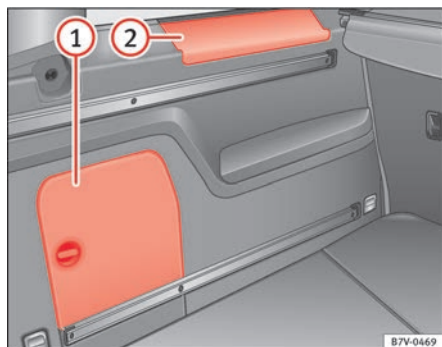

Fig. 113 En el maletero: compartimento portaobjetos lateral.
En el lateral del maletero se encuentran otros compartimentos ⇒ fig. 113 ① y ②. Para abrir el compartimento ①, gire el cierre en el sentido de las agujas del reloj. Para abrir el compartimento ②, levante la cubier-